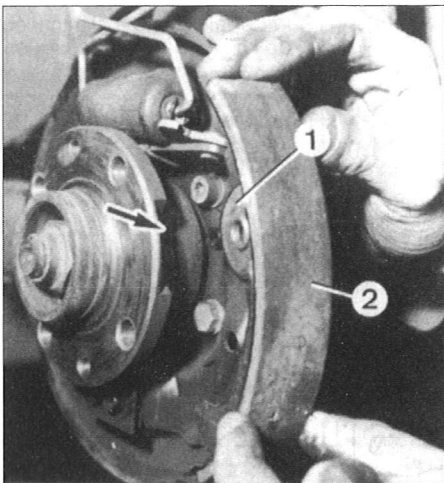

Fig. 86 – Montagem duma maxila
- Montar por ordem inversa da desmontagem (Fig. 86).